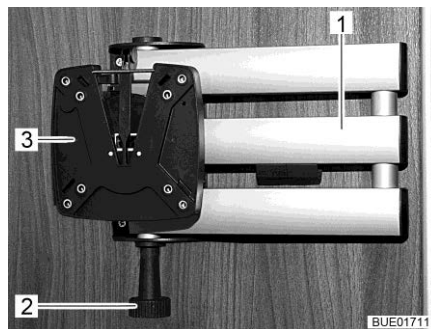

Bild 89 Fäste (tvådelad ledad arm)
- Dra i låsknappen (Bild 89,2). Den ledade armen (Bild 89,1) är upplåst.
- Vrid tillbaka den platta bildskärmen till utgångsläget, tills hållaren (Bild 89,3) hakar hörbart fast i låset.